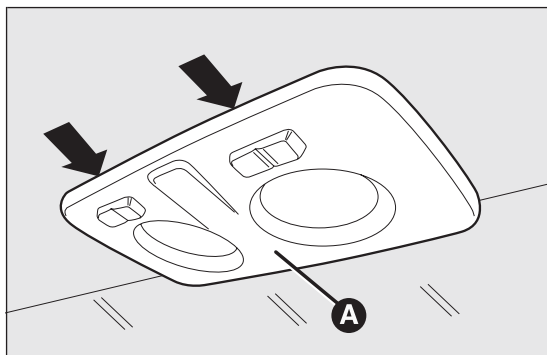
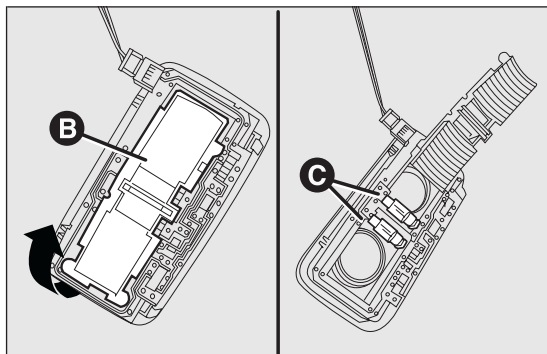

fig. 167
fig. 168
- agire nei punti indicati dalle frecce e rimuovere la plafoniera A fig. 167;
- aprire lo sportellino di protezione B fig. 168;
- richiudere lo sportellino B fig. 168 e fissare la plafoniera A fig. 167 nel proprio alloggiamento accertandosi dell'avvenuto bloccaggio.